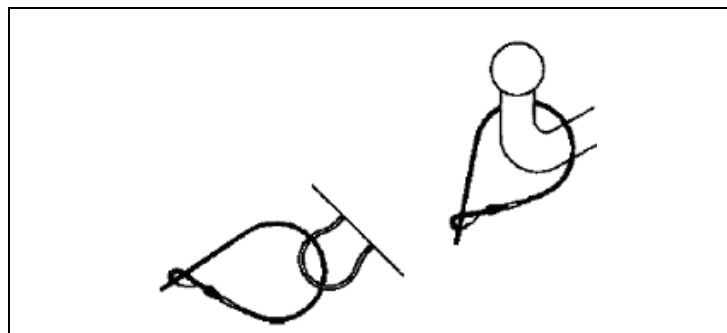

Abbildung 3.2 – Sicherungsseil
- ❺ Befestigen Sie das Sicherungsseil am Abschlepphaken (Abbildung 3.2) und schließen Sie den Stecker für die Rücklichter, die Blinker usw. an der Steckdose des Zugfahrzeugs an.
- ❻ Drehen Sie das Stützrad ganz hoch und sichern Sie es in dieser Stellung, wobei Sie darauf achten, dass es weder mit dem Handbremshebel noch mit dem Sicherungsseil in Berührung gerät.
- ❼ Kontrollieren Sie, ob die Feststellbremse vollkommen gelöst ist, indem Sie den Hebel ganz nach unten drücken. Entfernen Sie eventuell vorhandene Unterlegklötze und räumen Sie sie weg.
- ⑤ Befestigen Sie das Sicherungsseil am Abschlepphaken (Abbildung 3.2) und schließen Sie den Stecker für die Rücklichter, die Blinker usw. an der Steckdose des Zugfahrzeugs an.
- ⑥ Drehen Sie das Stützrad ganz hoch und sichern Sie es in dieser Stellung, wobei Sie darauf achten, dass es weder mit dem Handbremshebel noch mit dem Sicherungsseil in Berührung gerät.
- ⑦ Kontrollieren Sie, ob die Feststellbremse vollkommen gelöst ist, indem Sie den Hebel ganz nach unten drücken. Entfernen Sie eventuell vorhandene Unterlegklötze und räumen Sie sie weg.